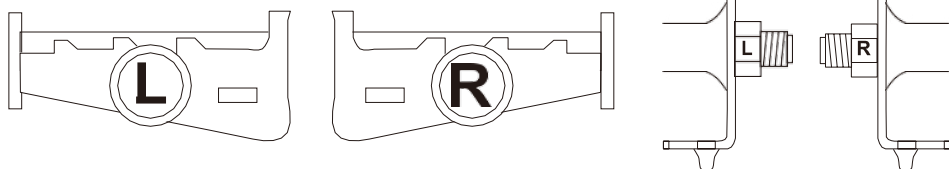

fig. 11 Réparer les pédales
Étape 4 : Fixation des pédales (voir figure 11) :